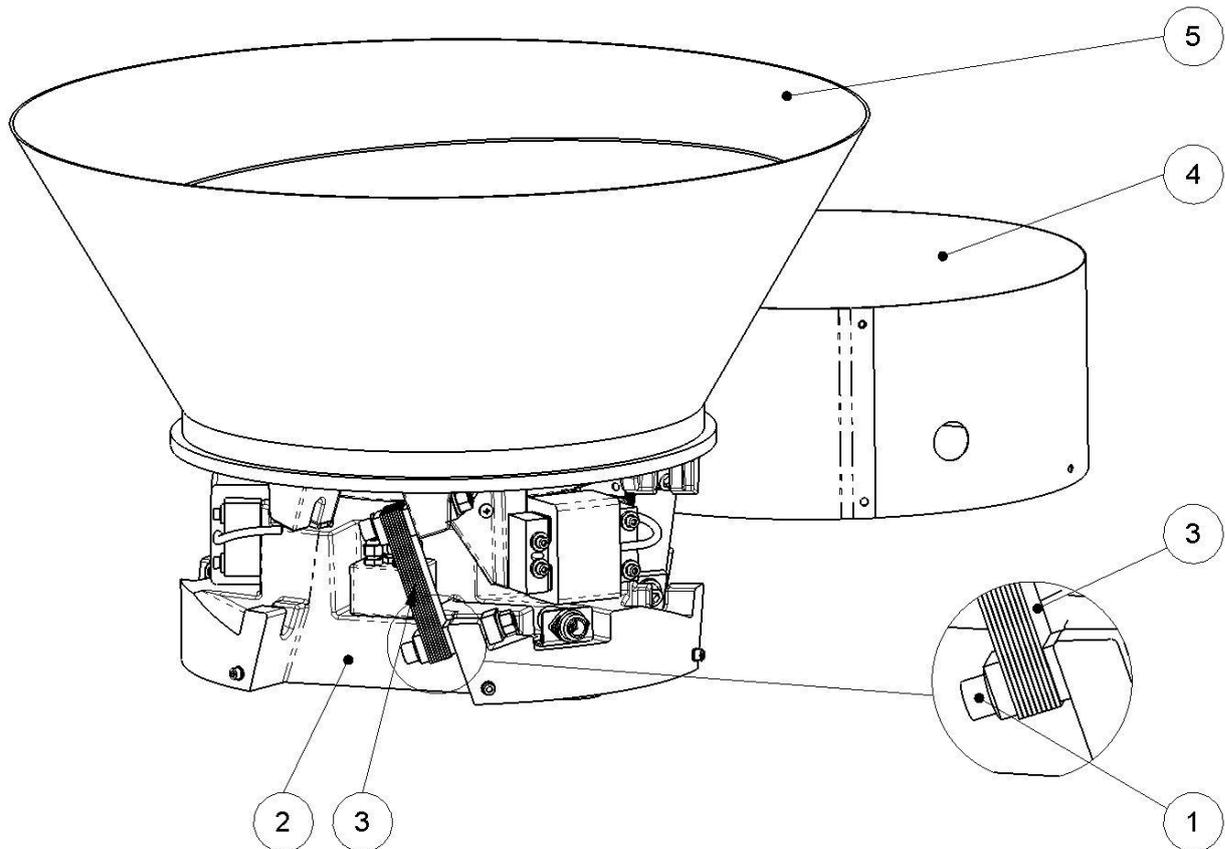

Abb. 9: Probelauf
- Das lösen **einer einzigen** Federpaket-Schraube (1) am Sockel (2) **senkt** die Teile Fördergeschwindigkeit. (→ Abb. 9)
- Ein Hinzufügen von Federn (3) **erhöht** die Teile-Fördergeschwindigkeit.
- Die montierte Verschalung (4) **senkt** die Teile-Fördergeschwindigkeit.
- Beim Festhalten des montierten Topfes (5), bleibt die Teile-Fördergeschwindigkeit nahezu **konstant**.
- Das lösen **einer einzigen** Federpaket-Schraube (1) am Sockel (2) **erhöht** die Teile Fördergeschwindigkeit. (→ Abb. 9)
- Ein Hinzufügen von Federn (3) **senkt** die Teile-Fördergeschwindigkeit.
- Die montierte Verschalung (4) **erhöht** die Teile-Fördergeschwindigkeit.
- Beim Festhalten des montierten Topfes (5), **sinkt** die Teile-Fördergeschwindigkeit.